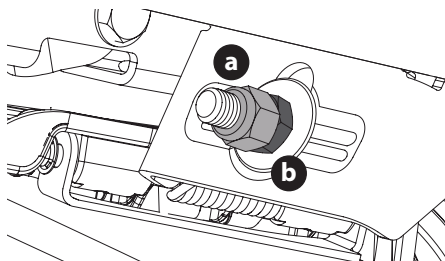

Figura 36
5. Para **eleva**r el frente de la plataforma, extraiga la tapa de extremo, afloje la contratuerca exterior (a) y apriete (rosca hacia adentro) la tuerca interior (b) contra la ménsula de suspensión delantera (Figura 36). Una vez alcanzado el ajuste adecuado, vuelva a ajustar la contratuerca exterior (a) 57 ft-lbs (77 N-m) y vuelva a colocar la tapa de extremo.
6. Para **baja**r el frente de la plataforma, extraiga la tapa de extremo, afloje la contratuerca exterior (a) y afloje (rosca hacia afuera) la tuerca interior (b), alejándola de la ménsula de suspensión delantera (Figura 36). Cuando se logre el ajuste correcto, vuelva a ajustar la contratuerca exterior (a) a 57 pies-libras (77 N-m) y vuelva a colocar la tapa de extremo.